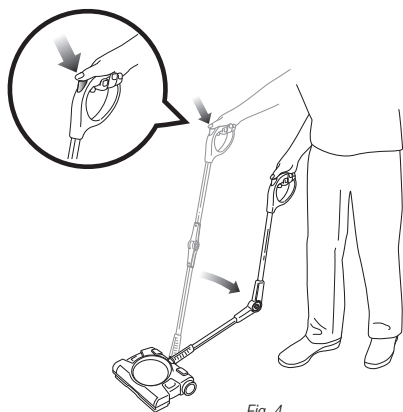

Fig. 4
- 5 Le manche pliant Backsaver^{MC} de Shark^{MD} permet de nettoyer les surfaces sous les meubles sans effort. Il suffit d'enfoncer le bouton avec votre pouce pour activer la fonction Backsaver^{MC} de Shark^{MD}. (fig. 4)